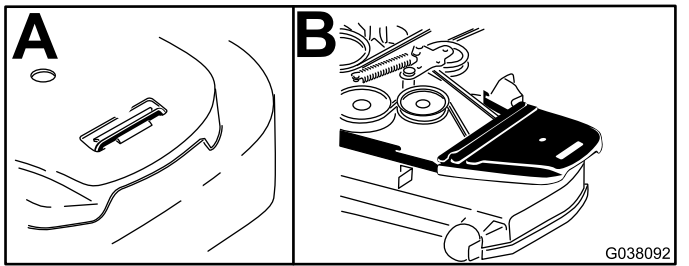

Figure 21
2. Retirez le couvercle de courroie droit (Figure 21).